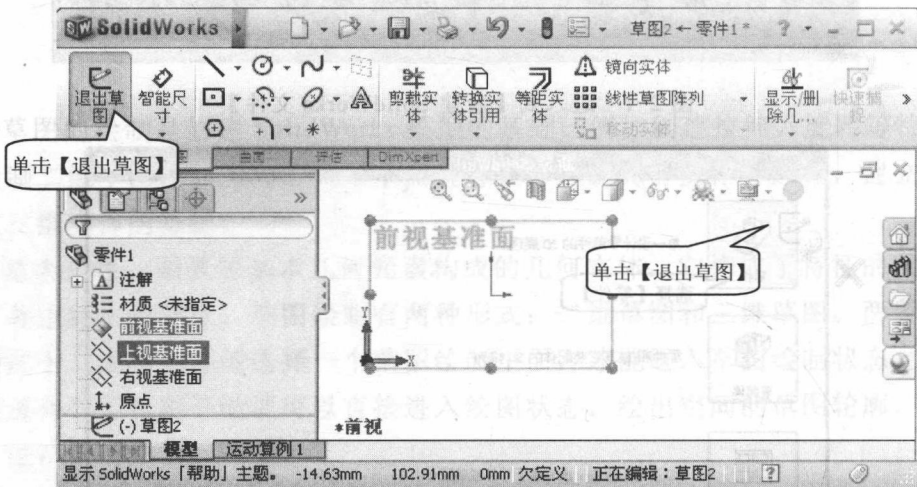

图 2-4 退出草图设计环境的方法
在草图设计环境中，单击【退出草图】按钮，就可以退出草图；或者在草图设计环境中，选择下拉菜单【插入 (I)】→【退出草图】，系统也可以退出草图设计环境，如图 2-4 所示。